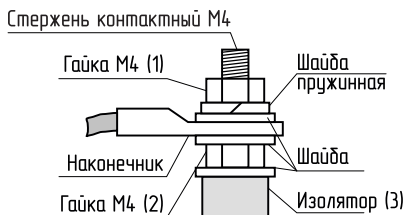

Рис.5 Присоединение проводов к выводам блок-ТЭН
6.4. При замене блок-ТЭН присоединение фазных проводов к выводам блок-ТЭН производить согласно Рис.5. Сечение кабеля указано в табл.1 и 1.1.